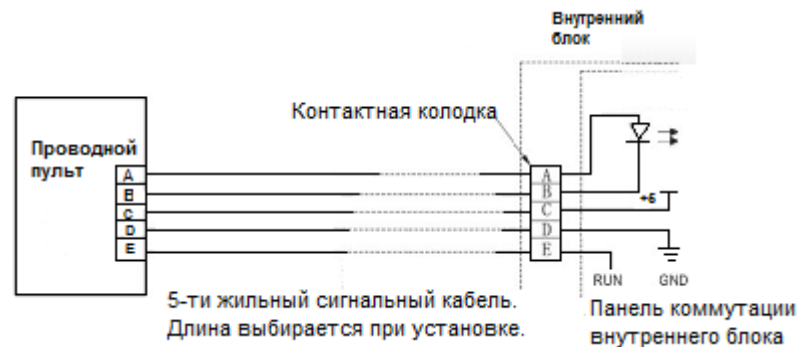

Рис.3-6
3.2.3 Электрическая схема подключения проводного пульта к внутреннему блоку (рис.3-6):